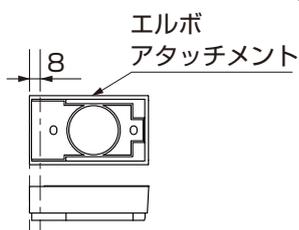

図11-121 150角柱のみ
- 直角納まりは基本150角柱のみ設置可能です。150角柱に設置する場合はエルボアタッチメントを8mmカットしてください。（図11-121参照）